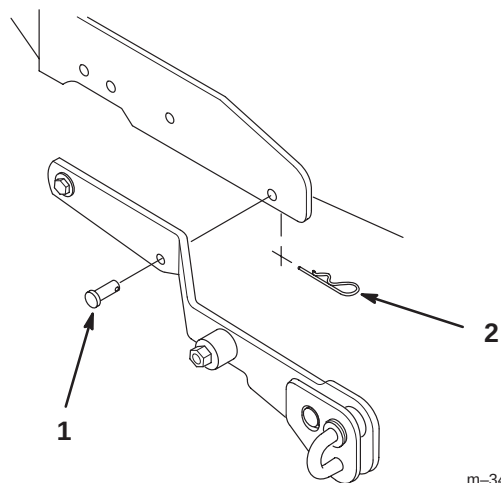

Figure 4
3. Si une déneigeuse, une lame ou un cultivateur était accouplé au dispositif de commande d'accessoire auparavant, retirez les deux axes de chape de chaque côté du dispositif (Fig. 4).